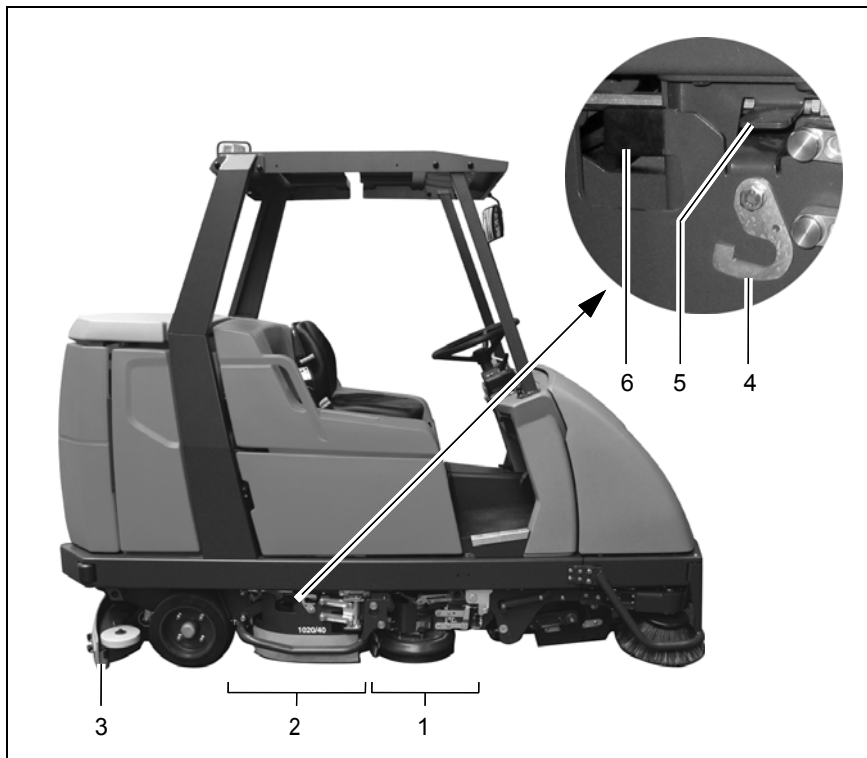

Abb. 13
Der Kehrsaugvorsatz (Abb. 13/4) nimmt Schmutz im trockenen Bereich vor dem Schrubbaggat sauber auf. Dabei kehren die beiden Seitenbesen den Schmutz direkt in die Spur der Kehrwalze. Die Seitenbesen kehren den Schmutz auch aus Ecken und Kanten, so dass ein zu dichtes Heranfahren an Regale, Wände, Maschinen usw. nicht erforderlich ist und ein zum Len-
3.1.2 Schrubbaggregat (Abb. 13/2)
(Abb. 13/2)
Die Abstreifer können bei Bedarf angehoben werden. Dies ist z. B. bei der Grundreinigung der Fall, bei welcher der Boden nur nass geschrubbt und das Wasser zum Zweck des Einweichens nicht abgesaugt wird. Dazu den Abstreifer am Griffpunkt (Abb. 13/6) anheben und den Verriegelungshaken (Abb. 13/4) in die Aussparung des darüber befindlichen Winkels (Abb. 13/5) einhaken. Auf der anderen Fahrzeugseite in der gleichen Weise verfahren.
(Abb. 13/1)
(Abb. 13/3)